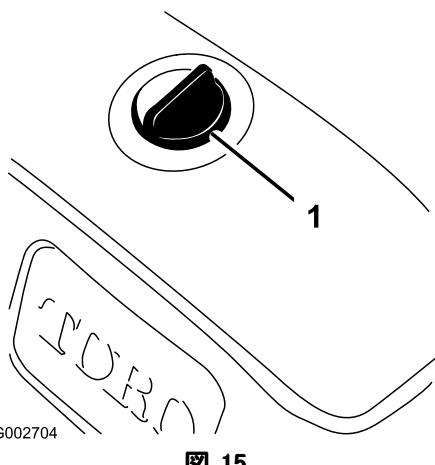

図 15
- 異物をタンクに入れないよう、油圧オイルタンクのキャップ取り付け部周辺をウェスできれいに拭く(図 15)。